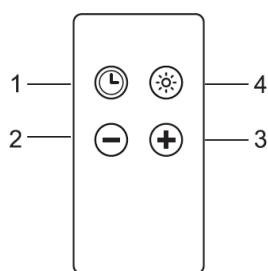

Рис. 5
- Вытяжкой WK-11 Mio glass можно управлять с помощью пульта дистанционного управления (рис. 5).
Определение кнопок (рис. 5)